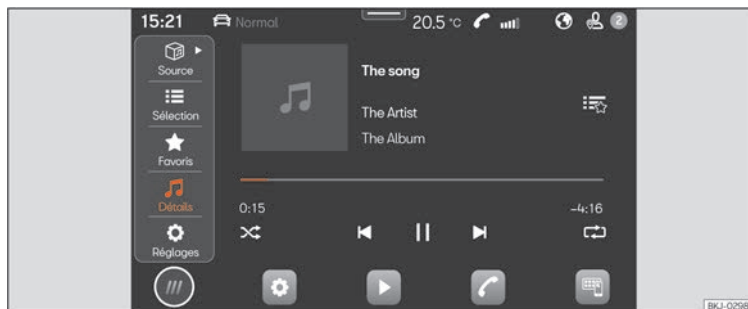

Fig.131 Représentation schématique : Vue Multi-média
- Appuyez sur **HOME** > ► ► ► **fig. 131**.